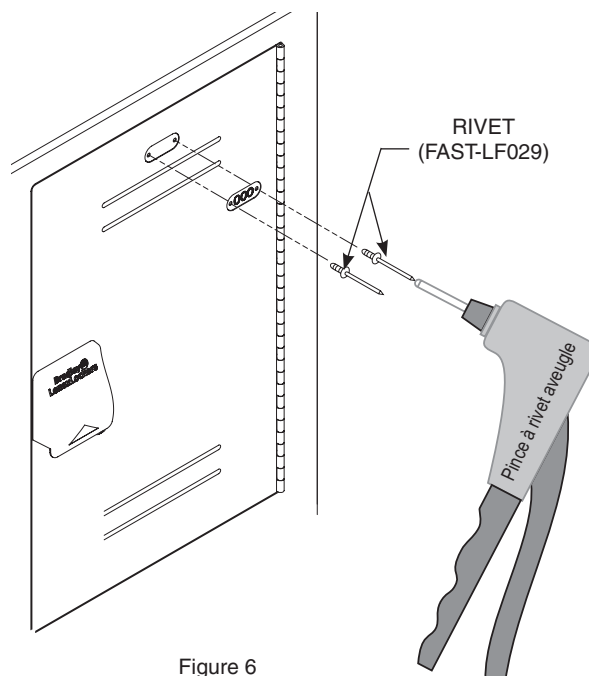

Figure 6
2. Placer la plaque numérotée dans le renforcement de la porte du casier (voir Figure 6).